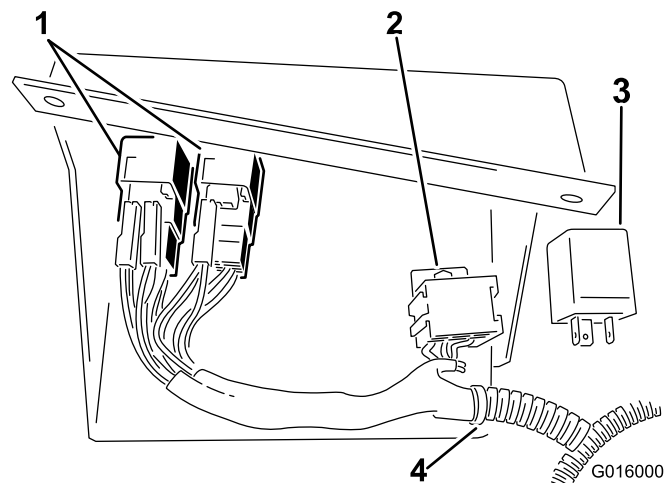

Figura 12
- Conecte el arnés de cables a los interruptores. Sujete la base del relé de los intermitentes con un perno (M5), una arandela (M5) y una tuerca (M5). Sujete el arnés de cables con sujetacables según se indica, y enchufe el relé de los intermitentes (Figura 12).